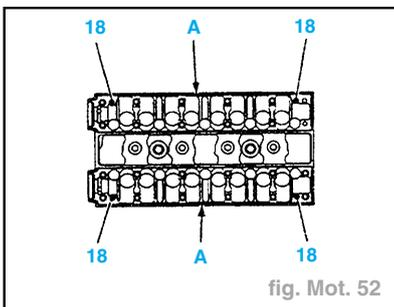

fig. Mot. 52
- Vérifier la présence des goupilles (18) (fig. Mot. 52).
- Déposer un cordon de pâte à joint Silicone Catégorie 2 en (A) sur le pourtour des plans de joints et des taraudages recevant les vis de fixation.